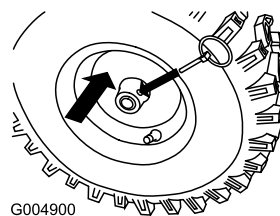

Bild 5
- Schieben Sie die Räder nach innen und setzen Sie die Achszapfen durch das Loch in der Radnabe sowie durch das **äußere** Loch in der Achse (Bild 5).